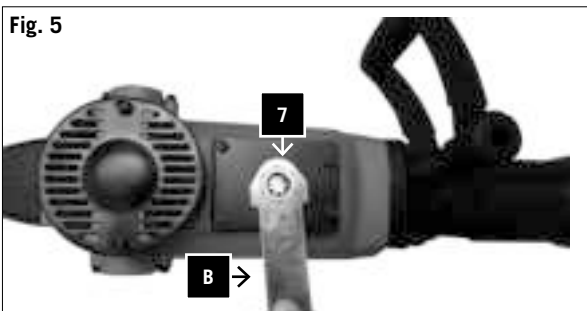

Fig. 5
**Ölwechsel: Abb.5**
#### **Oil change: Fig. 5**